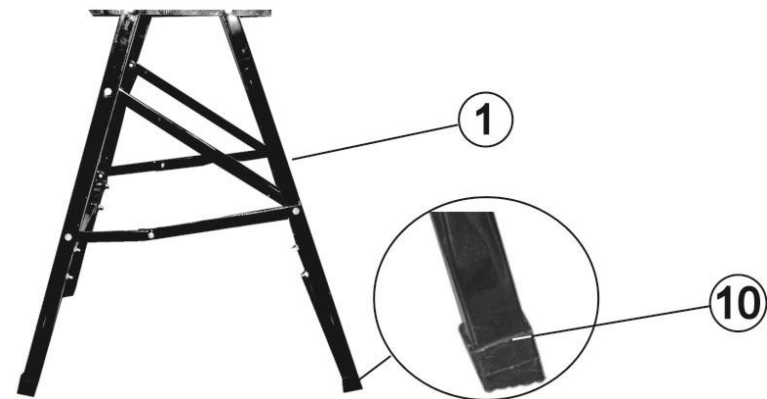

Рис. 2
- 3.4. Установите пластиковые наклейки (10) на стойки боковых рам (1). Каждая наклейка должна быть установлена длинной стороной к внешнему углу, как показано на Рис. 2.